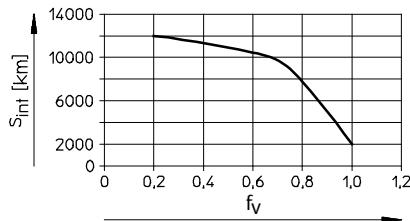

Fig. 12
- Halbieren Sie das Schmierintervall S_{int} (→ Fig. 12) wenn eine der folgenden Situationen vorliegt:
| Schmierintervall | (→ Fig. 12) | | Bei Bedarf ¹⁾ | |
- Berechnen Sie den Belastungs-Vergleichsfaktor f_V mit Hilfe der Formel für kombinierte Belastungen (→ 12 Technische Daten) und entnehmen Sie das Schmierintervall S_{int} aus (→ Fig. 12).
- Berechnen Sie den Belastungs-Vergleichsfaktor f_V mit Hilfe der Formel für kombinierte Belastungen (→ Kapitel 12 "Technische Daten") und entnehmen Sie das Schmierintervall S_{int} aus (→ Fig. 12).